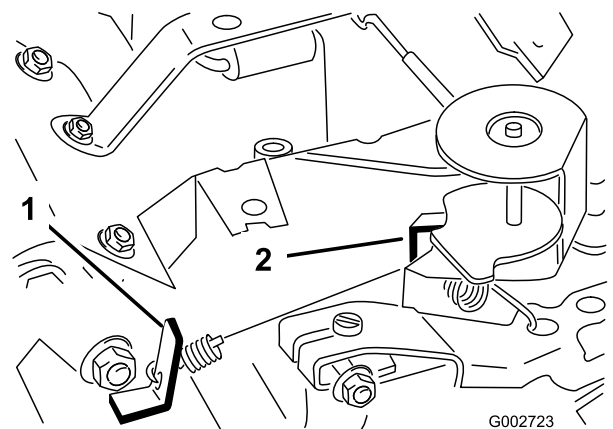

Bild 39
- Biegen Sie den Anker-Federmitnehmer (Bild 39), um eine Leerlaufgeschwindigkeit von 1.675 U/min bis 1.175 U/min zu erzielen.
6. Biegen Sie den Federankermitnehmer in der Vollgaseinstellung (Bild 39), bis Sie eine Vollgasdrehzahl von 3.350 U/min bis 3.450 U/min erzielen.